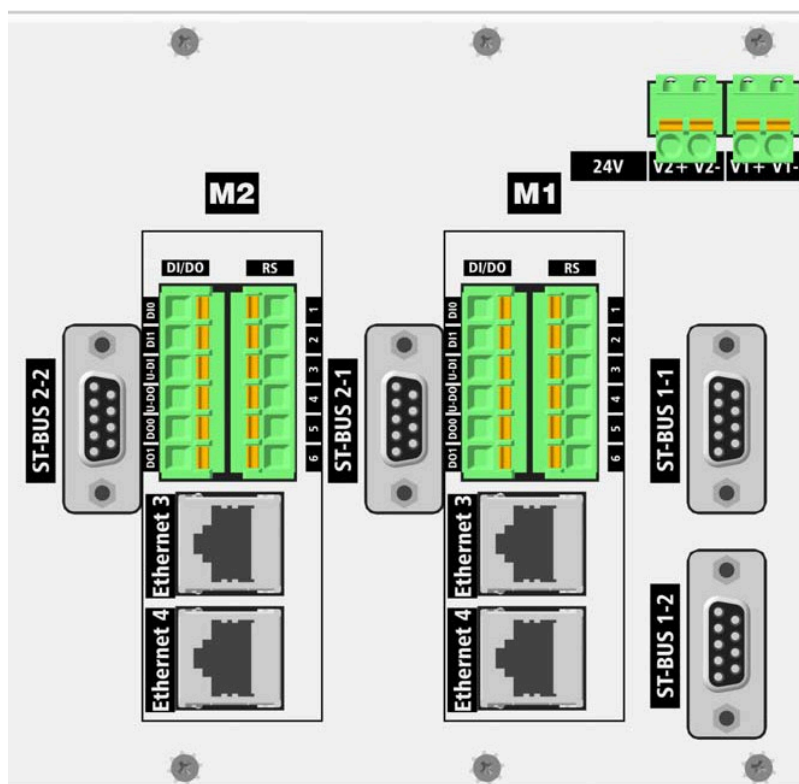

Рисунок 5 – Разъемы питания и подключения внешних цепей к мастер-модулям M1, M2 на задней панели каркаса CR MR
- разъемы DI/DO, RS, Ethernet 3, Ethernet 4 для подключения внешних цепей к мастер-модулям M1, M2 (см. рисунок 5);